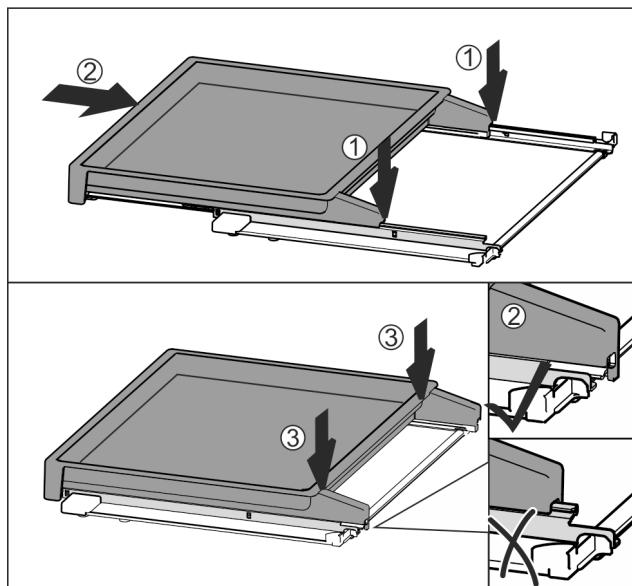

Fig. 44
- Установить по центру на направляющие Fig. 44 (1).
- Вставить вытяжную панель полностью Fig. 44 (2).
- Нажимать на задней стороне до тех пор, пока не будет слышна фиксация Fig. 44 (3).